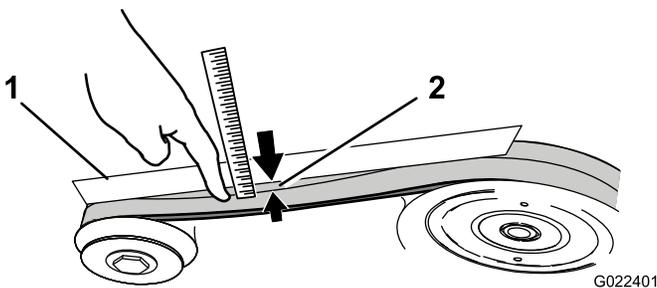

Figure 33
3. Exercez une force de 4,5 kg sur un brin des courroies d'entraînement (Figure 33). Si les courroies fléchissent de plus de 6 à 13 mm, réglez la tension comme suit :